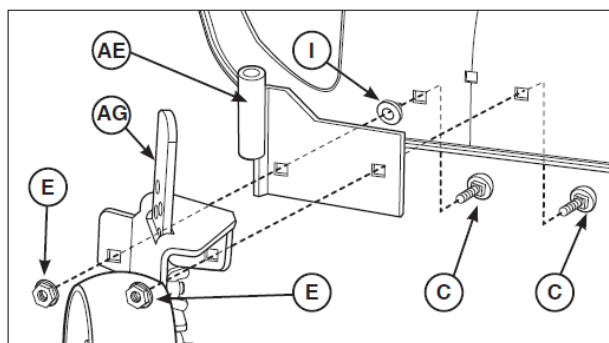

図 11
1. モアの内側から、根角ボルト(図11のC)を排出口の右に一番近い穴から通して差し込んでください。